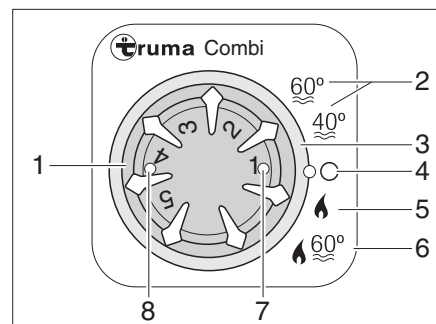

Fig. 209 Unité de commande pour chauffage/chauffe-eau
- Régler le mode de fonctionnement avec l'interrupteur rotatif (Fig. 209,3).
Le chauffage règle le degré d'allumage automatiquement en fonction du niveau de chauffage réglé. En mode de fonctionnement "Chauffage et chauffe-eau" (Fig. 209,6), l'eau du chauffe-eau est également chauffée. Le chauffage peut être exploité avec un chauffe-eau vide dans le mode de fonctionnement "Chauffage sans chauffe-eau" (Fig. 209,5).
- Régler le bouton tournant de température (Fig. 209,1) de l'unité de commande sur le niveau de chauffage désiré.
- Régler l'interrupteur rotatif (Fig. 209,3) sur régime hiver "Chauffage sans chauffe-eau" (Fig. 209,5) ou sur régime hiver "Chauffage et chauffe-eau" (Fig. 209,6).
Le voyant de contrôle vert (Fig. 209,7) s'allume.
- Régler l'interrupteur tournant (Fig. 209,3) sur "O" (Fig. 209,4).